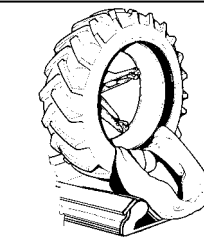

Fig.49
Shift the tire from the rim, moving the chuck arm towards the inside: this will make it much easier to extract the tube (Fig.49).
9. Eloigner le pneu de la jante en déplaçant le bras porte-arbre vers l'intérieur: de cette façon, il sera plus aisé d'extraire la chambre à air (Fig.49).